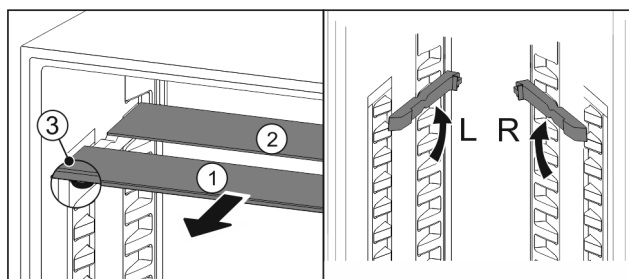

Fig. 25
- ▶ Húzza ki Fig. 25 (1) előre az üveglapokat egyesével.
- ▷ Az üveglap Fig. 25 (1) a díszléccel előre néz.
- ▷ Az ütközők Fig. 25 (3) lefelé mutatnak.